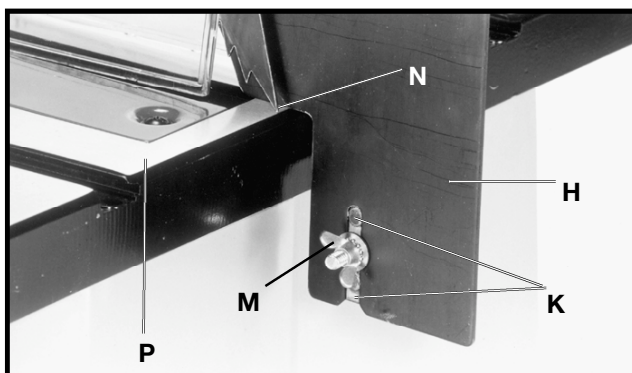

Fig. 15
8. Fixer le couteau séparateur (H) fig. 15, au support avec une rondelle plate de 6,4 mm (1/4 po), une rondelle à denture extérieure de 6,4 mm (1/4 po) et un écrou papillon M6 (M). **REMARQUE :** Avant de serrer l'écrou papillon (M), s'assurer d'avoir un jeu d'au moins 3,2 mm (1/8 po) entre le bord inférieur du couteau séparateur (N) et la surface supérieure de la table (P) et que les saillies de type « goujons » (K) 15, soient à l'intérieur de la rainure de l'assemblage du couteau séparateur (H).